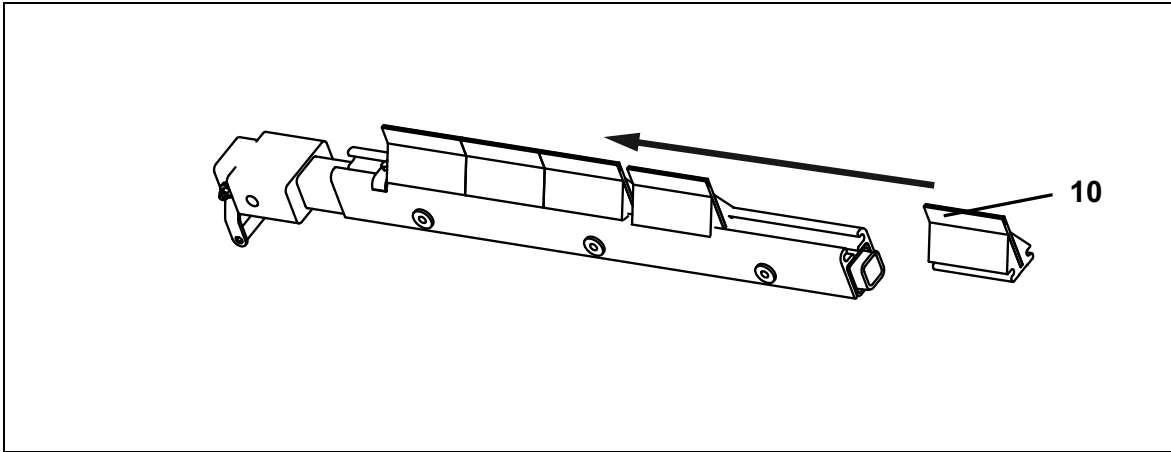

Fig. 32
- e) Insert the end stops (10, Fig. 32).